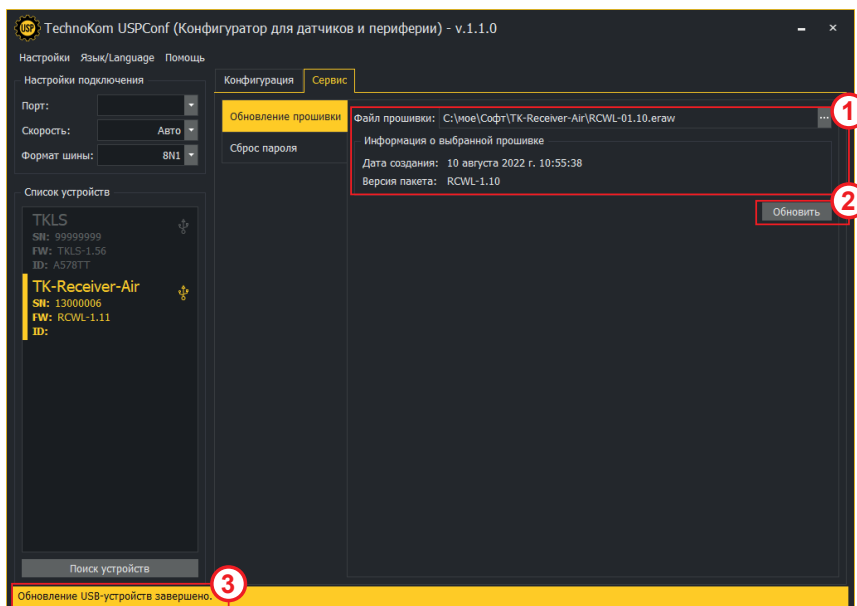

Рис.4. Обновление прошивки.
- В поле «Файл прошивки» нажмите кнопку  и выберите файл прошивки. Файл должен иметь формат .eraw. После добавления файла информация о прошивке появится в программе (**Рис.4, п.1**).
- Нажмите кнопку «Обновить» (**Рис.4, п.2**). Статус загрузки новой прошивки в устройстве отображается на вкладке. После завершения в журнал устройства будет добавлена запись об обновлении (**Рис.4, п.3**).